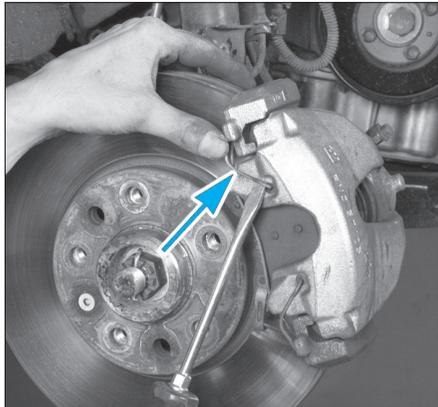

FIG. 1
- le ressort de maintien (Fig.1),